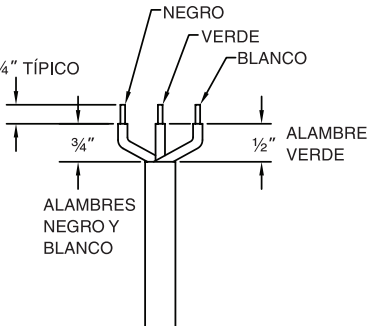
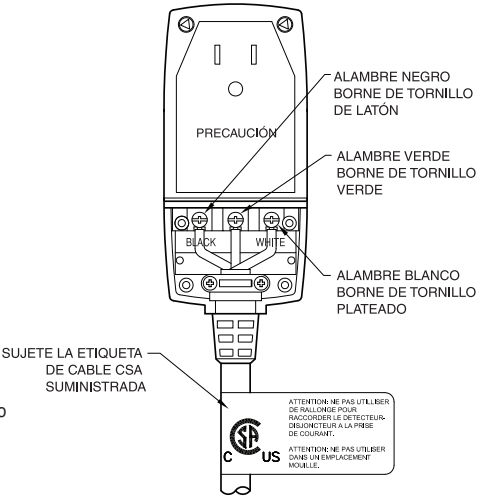

FIG. 1
FIG. 2
- Retirer le couvercle de réduction de tension. Marquer les fils et préparer soigneusement comme indiqué à la Fig. 1. Enfiler le ou les passe-fils sur la gaine du câble avant de fixer les fils aux bornes. Orienter comme illustré à la Fig. 2.
- IMPORTANT :** Les fils doivent être connectés aux bornes correctes pour éviter tout danger de choc électrique. Desserrer tout d’abord les vis des bornes pour que la borne s’ouvre suffisamment. Connecter ensuite le fil noir à la borne « Black ». Connecter le fil blanc à la borne « White ». Connecter le fil vert à la borne centrale verte. (*) Insérer les fils bien à fond dans la borne correcte et bien serrer les vis des bornes. **AVERTISSEMENT. NE PAS** insérer l’isolation du fil. De plus, s’assurer qu’aucun brin des fils ne dépasse des bornes car il pourrait entrer en contact avec d’autres fils et créer un court-circuit. (Voir Fig. 2 et Fig. 3.)
1. Quite la cubierta de alivio de esfuerzo mecánico. Marque el alambre y prepare cuidadosamente según se indica en la Fig. 1. Antes de conectar los alambres a los bornes, deslice el anillo(s) de sello del cable sobre la funda de protección del cable. Oriente según se muestra en la Fig. 2.